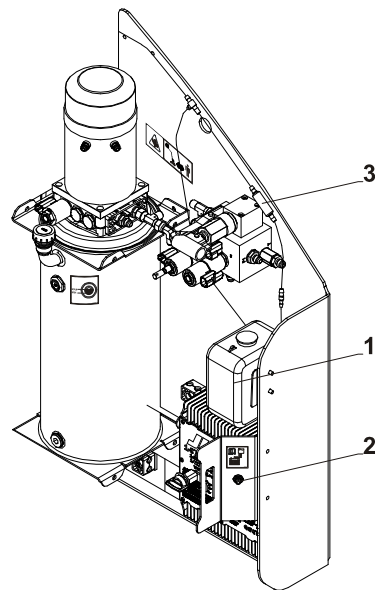

Рис. 5-6. Добавление воды в аккумуляторы
- Отсоедините и прочистите фильтр (3) (см. Рис. 5-6.) путем промывания обратным током воды по сравнению с нормальным направлением.